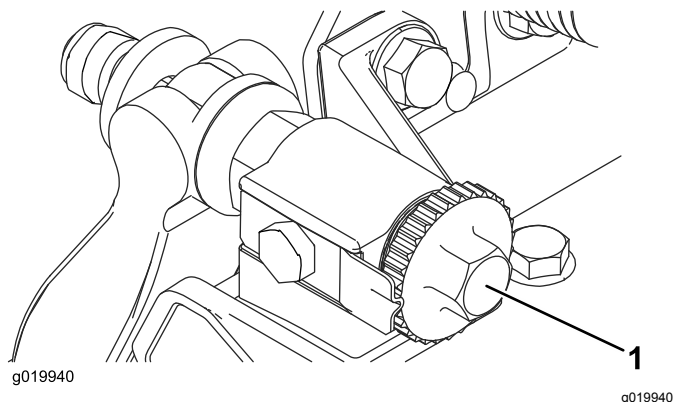

Рисунок 9
2. Поверните регулировочные винты неподвижного ножа против часовой стрелки, чтобы неподвижный нож не касался барабана (Рисунок 9).